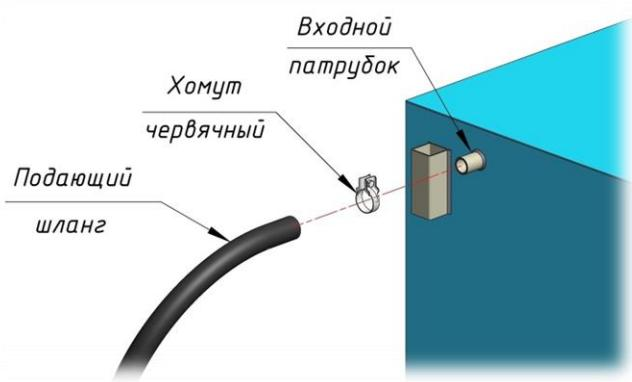

Рисунок 3
4.4. Свободный конец подающего шланга, идущего от погружного насоса, необходимо соединить с входным патрубок водяного отсека корпуса ПМК и крепко затянуть с помощью червячного хомута (смотри рис. 3).